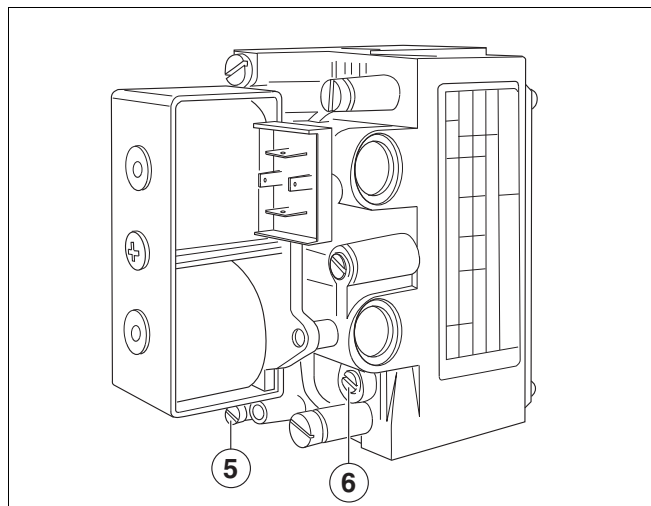

fig. 5 Válvula do queimador a gás SIT 830 Tandem
- Remover a tampa de cobertura sobre a abertura de ventilação (fig. 5).
- Aprox. 10 segundos após a abertura da válvula, reconhecer através de um leve clique, ler a pressão gradual no manómetro do tubo em V e, rodando na direcção menos ou mais no parafuso de carga inicial (fig. 5), ajustar para